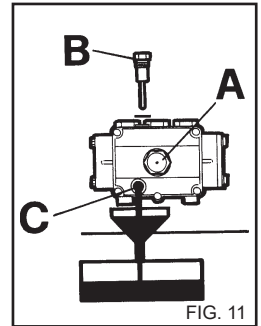

FIG. 11
2) Desenrosque el tapón con la varilla de control de nivel (fig. 11).